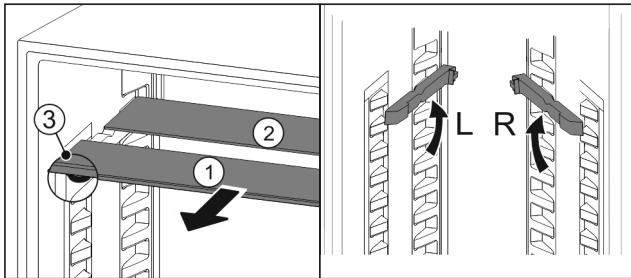

Fig. 48
- ▶ Sortir les tablettes par l'avant Fig. 48 (1).
- ▷ La tablette en verre Fig. 48 (1) avec bordure décorative est située à l'avant.
- ▷ Les butées Fig. 48 (3) sont orientées vers le bas.